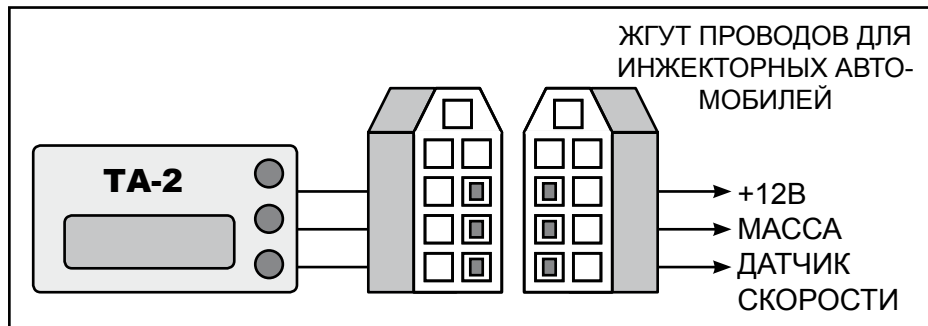

Рисунок 7. Схема подключения таксометра в автомобиле.
- подключите таксометр к датчику скорости жгутом проводов для инжекторных автомобилей рисунок 7. При неправильном счёте пробега на автомобиле с индукционным или токовым датчиком скорости можно применить Адаптер датчика скорости для ТА-2 (приобретается дополнительно).